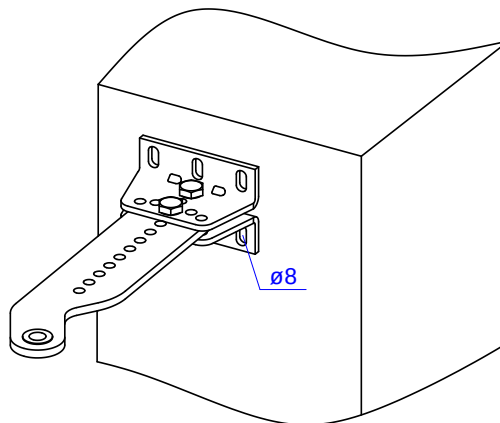

Рисунок 9. Установка крепления заднего
- Закрепите заднее крепление на столбе (Рисунок 9). Крепление можно прикрутить или приварить к столбу. Убедитесь, что крепление установлено горизонтально. Крепление должно быть собрано и установлено жестко.